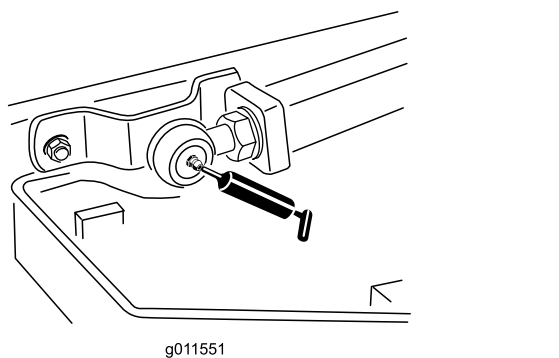

Figura 48
- 2 giunti a sfera del braccio di sollevamento (Figura 48)